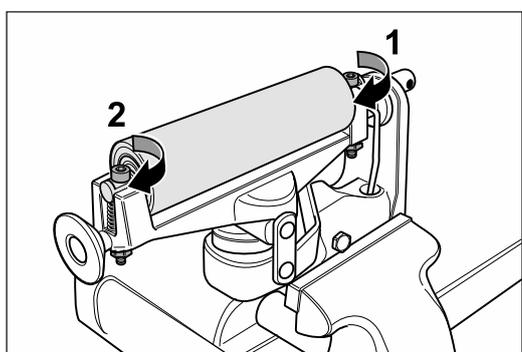
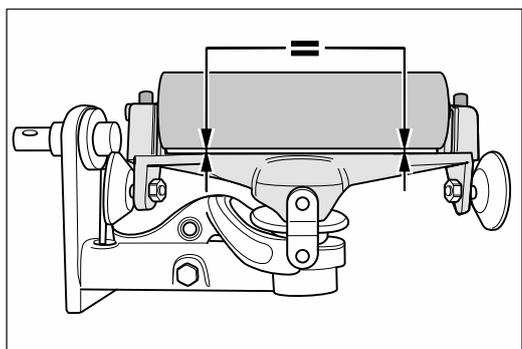

Abb. 59 Die Schraube an der ungefederten Seite anziehen (1) und anschließend die Schraube an der gefederten Seite (2), so dass ...
Abb. 60 ... die Spannwalze parallel zum Aggregat-Oberteil liegt.
- 7 Ziehen Sie die Schraube an der ungefederten Lagerbockseite fest (Abb. 59, 1).
- 8 Drehen Sie die Schraube der gefederten Seite der Spannwalze (Abb. 59, 2) so weit hinein, bis die Spannwalze parallel zum Aggregat-Oberteil liegt (Abb. 60).